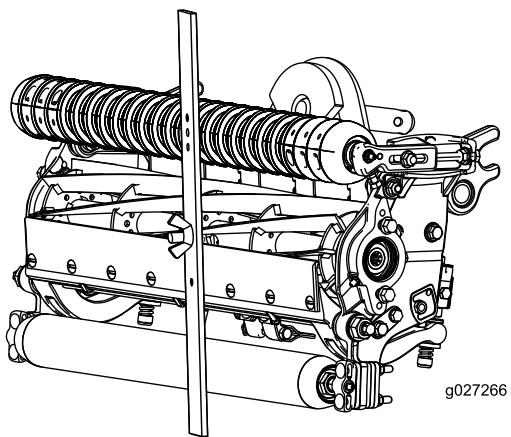

Рисунок 17
3. Зацепите головку болта за режущую кромку неподвижного ножа и расположите задний конец планки на заднем валике (Рисунок 17).
4. Поворачивайте регулировочный болт до тех пор, пока передний валик не коснется измерительной планки (Рисунок 17). Регулируйте оба конца валика до тех пор, пока весь валик не станет параллельно неподвижному ножу.